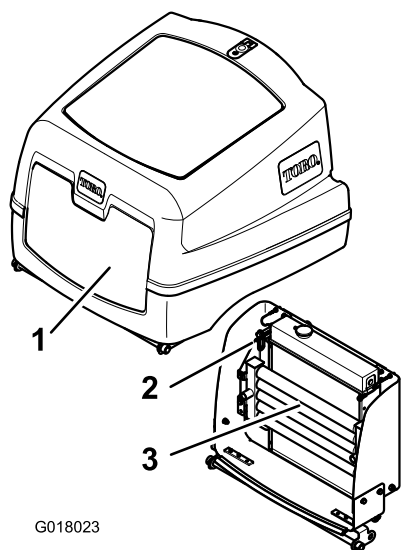

Figure 48
4. Déverrouillez et soulevez le capot moteur (Figure 48).